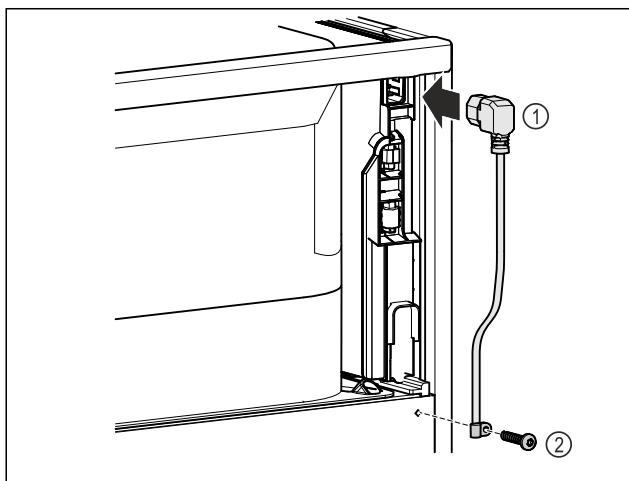

Fig. 13
- Zapojte zásuvku chladiaceho zariadenia sietového prívodu Fig. 13 (1) na zadnej strane zariadenia.
- Namontujte odľahčenie od ľahu. Fig. 13 (2)